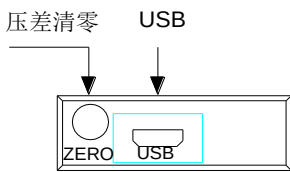
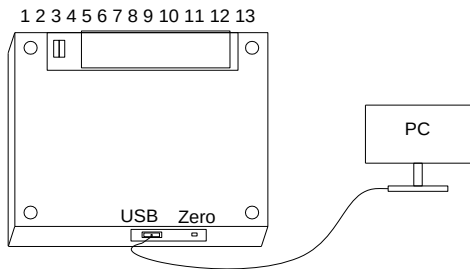
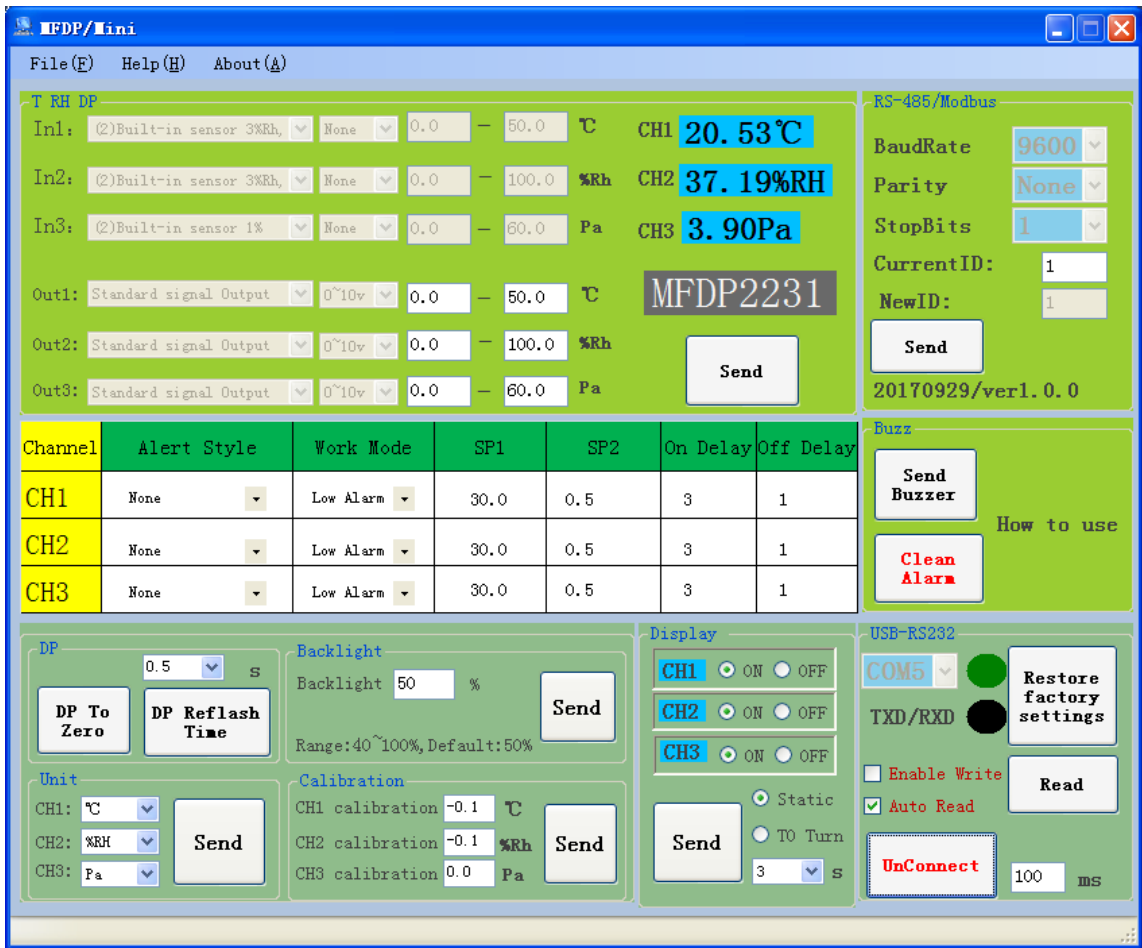

图 4
图 6
图 7
- 1. 压差清零按键用于对内置压差传感器进行清零操作，如图 4。操作前应保持“+”，“-”端连接，并长按 3 秒完成一次清零操作。
- 3. 通过电脑软件可以进行各类参数设置。上位机通过 USB 与本设备连接，如图 4 和图 6。软件运行界面如图 7，点击“Help”可以查看帮助文档。电脑端软件可通过公司官网下载，官网：www.teren.com.cn，路径：资源下载→工具与软件。